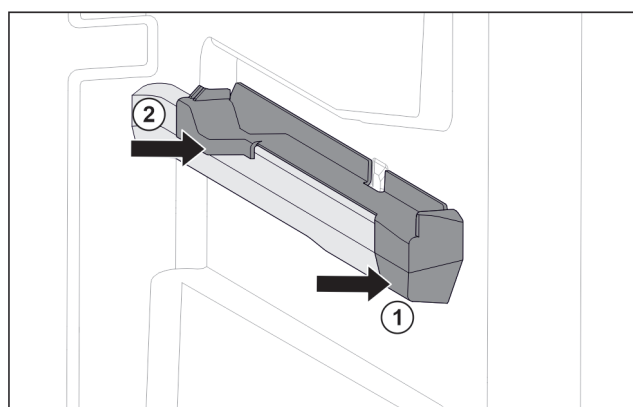

Fig. 84 Påsætningsdel på den højre beholderris
- Sæt den forreste del af påsætningsdelen på beholderristen. Fig. 84 (1)
- Tryk den bageste del af påsætningsdelen på. Fig. 84 (2)